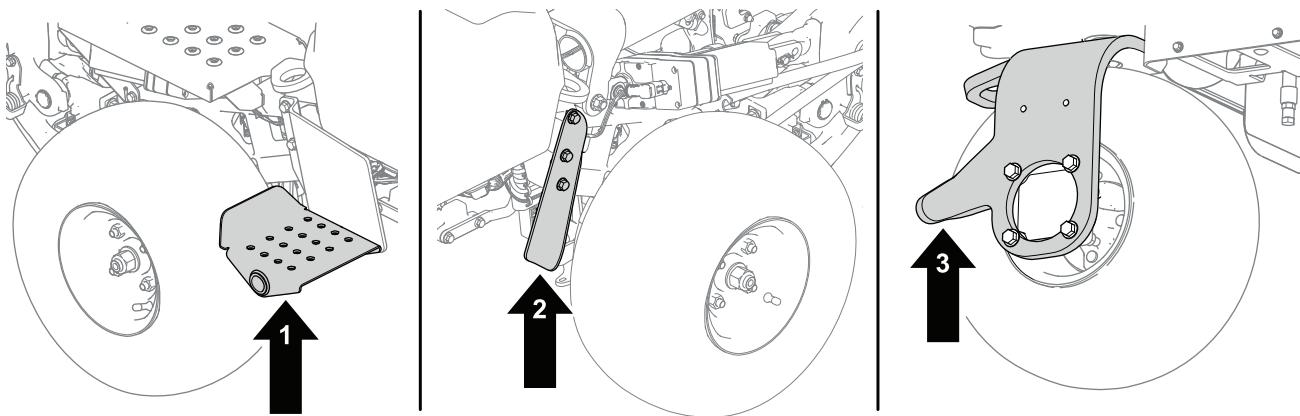

Figure 43
1. Placez un cric au point de levage souhaité (Figure 43) :